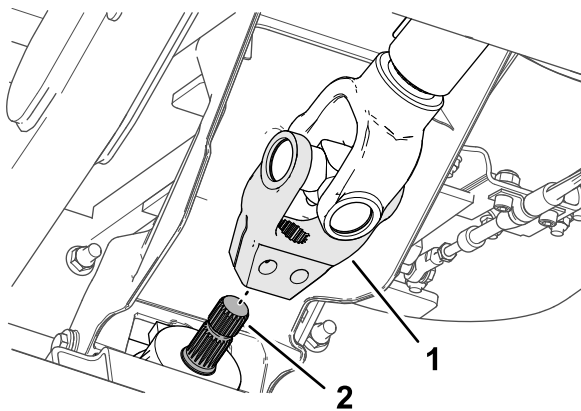

Bild 18
5. Richten Sie die Verzahnung des Antriebswellenjochs auf die Verzahnung der Eingangswelle des Anbaugeräts (**Bild 18**) aus und schieben Sie das Joch über die Welle.